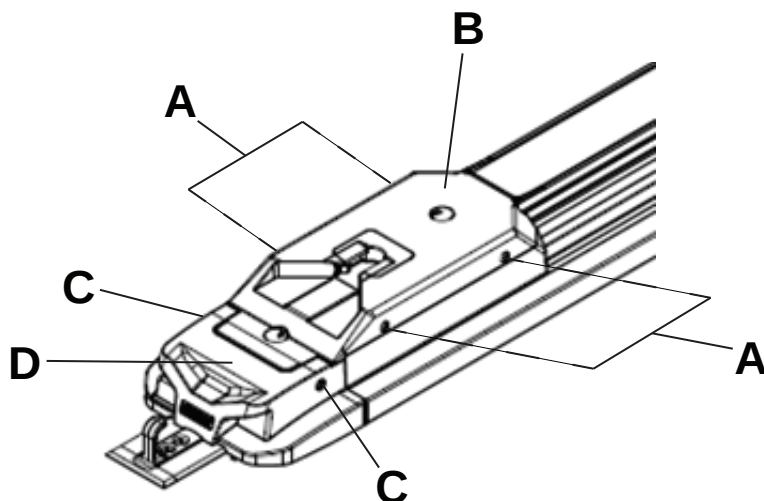

Figura 13 – Conjunto de cobertura da extremidade do lado dos pés
9. Utilizando uma chave Torx T27, remova os quatro parafusos de cabeça com sextavado interior (A) que fixam o conjunto da cobertura da extremidade do lado dos pés (B) ao dispositivo de transferência (Figura 13). Guarde os parafusos.
10. Utilizando uma chave Torx T27, remova os dois parafusos de cabeça redonda (C) que fixam o conjunto da cobertura da extremidade do lado dos pés ao conjunto da ponta da extremidade do lado dos pés da (D) (Figura 13). Guarde os parafusos.